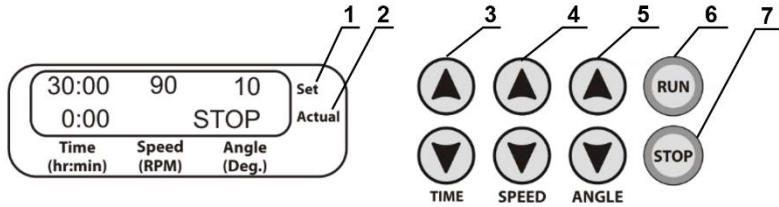

Abbildung 2. MR-12, Steuerung
- 5.2.3. Das Display zeigt die zuvor eingestellte Zeit, Geschwindigkeit und den Winkel in der oberen Zeile **Set** (Abb. 2/1) sowie die Anzeige der verstrichenen Zeit und des Modus in der unteren Zeile **Actual** (Abb. 2/2).
- 5.2.4. **Zeit einstellen.** Stellen Sie mit den Tasten ▲ und ▼ **TIME** (Abb. 2/3) das erforderliche Zeitintervall in Stunden und Minuten ein (Schritt 1 Minute).
- 5.2.5. **Geschwindigkeit einstellen.** Stellen Sie mit den Tasten ▲ und ▼ **SPEED** (Abb. 2/4) die erforderliche Mischgeschwindigkeit in Schaukeln pro Minute ein (Schritt 1 S/min).
- 5.2.6. **Einstellwinkel.** Stellen Sie mit den Tasten ▲ und ▼ **ANGLE** (Abb. 2/5) den erforderlichen Winkel in Grad ein (Schritt 1 °).
- 5.2.7. Drücken Sie die Taste **RUN** (Abb. 2/6). Die Plattform beginnt sich zu bewegen und der Timer beginnt mit dem Zählen der verstrichenen Zeit. Geschwindigkeit und Winkel können während des Betriebs (aber nicht während der Zeit) geändert werden.
- 5.2.8. Wenn das Zeitintervall auf 0:00 eingestellt ist, wird das Gerät durch Drücken der Taste **RUN** in den Dauerbetriebsmodus versetzt, bis die Taste **STOP** (Abb. 2/7) gedrückt wird.
- 5.2.13. Wenn die Plattform überlastet ist, unternimmt das Gerät drei Versuche, den Vorgang neu zu starten (Anzeigeanzeige: DRIVER ERROR). Wenn Versuche fehlschlagen, wird auf dem Display eine blinkende **OVERLOAD**-Anzeige angezeigt, die von einem sich wiederholenden Tonsignal begleitet wird, bis die Taste **STOP** (Abb. 2/7) gedrückt wird. Beseitigen Sie Überlastungsursachen, bevor Sie den Betrieb wieder aufnehmen.